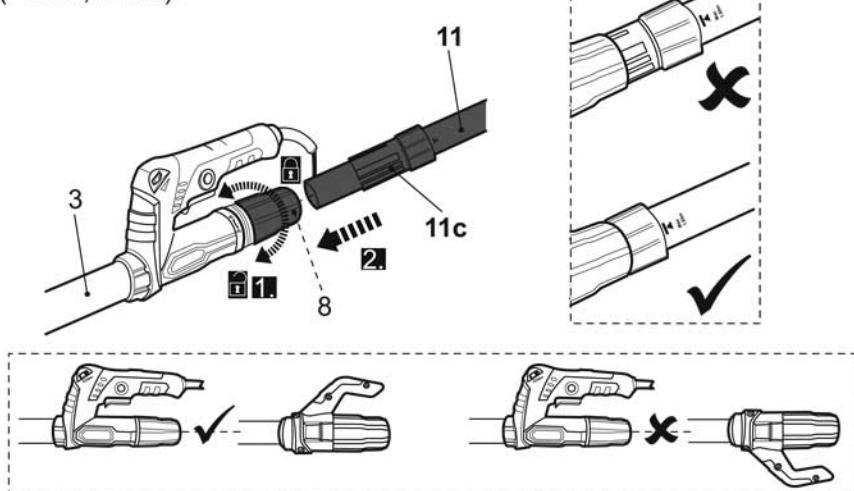

Рис. 3
- > Ослабьте муфту отверстия для отвода пыли (8) на верхней трубке (3). Не снимайте муфту с отверстия (Рис. 3, шаг 1).
- > Приложите заднюю ручку (11a) к основной ручке (5) и вставьте муфту (11c) on the extension shaft (11) в отверстие (8) поворотным движением до упора (Рис. 3, шаг 2).